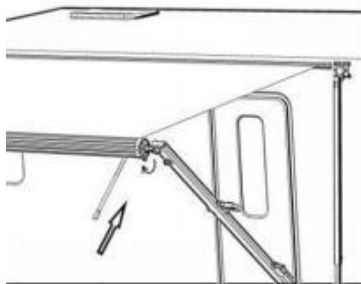

Figure D16
2.4 Pociągnij za pasek szpuli i delikatnie przesun dźwignię zapadki w kierunku strzałki, aby zmienić kierunek zapadki na ZAMKNIĘCIE. Powoli cofaj szpulę, aż do całkowitego wciągnięcia. (Rysunek D16)